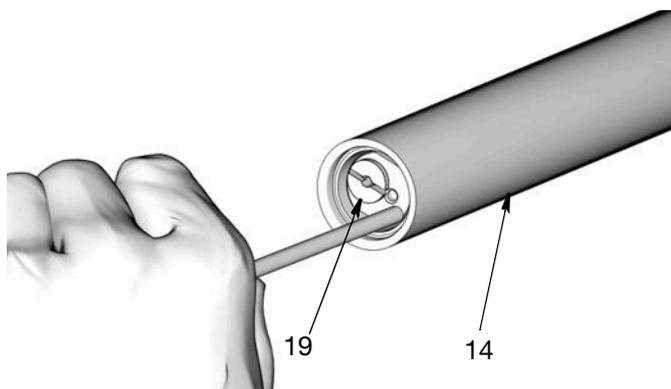

FIG. 27
23. Con una varilla suave y larga de aluminio o de latón, sin bordes cortantes ni rebabas, extraiga el conjunto de la válvula de retención (19) del tubo de salida (14) (FIG. 27).